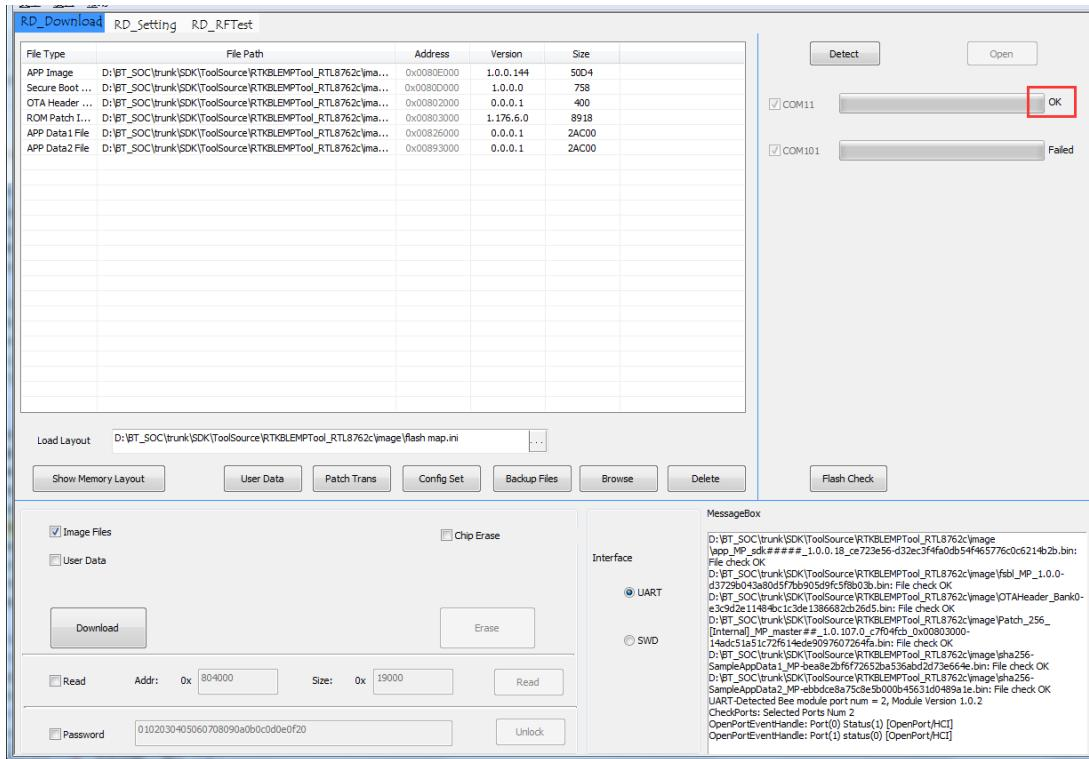

图 8-14 打开端口
6) 点击“Open”端口，打开端口，端口显示“OK”时表示打开端口成功，如图 8-14 所示。